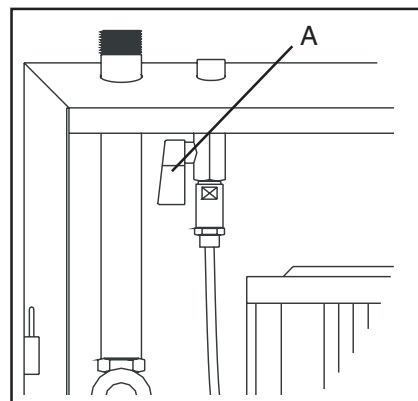

Fig. 17
2. Åbn for luftforsyningen, som er placeret inde i hovedstationen (se A, fig. 17).
3. Luk luftforsyningen (A, fig. 17).